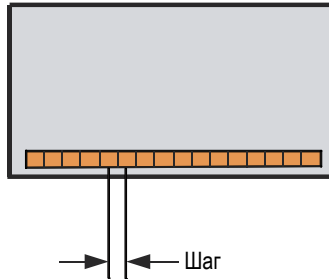

Рис. 4-5 Расстояние между элементами ПЭП
- d) В кнопке **Шаг** введите расстояние между центрами двух соседних элементов ПЭП. Это расстояние показано на Рис. 4-5 на стр. 116.